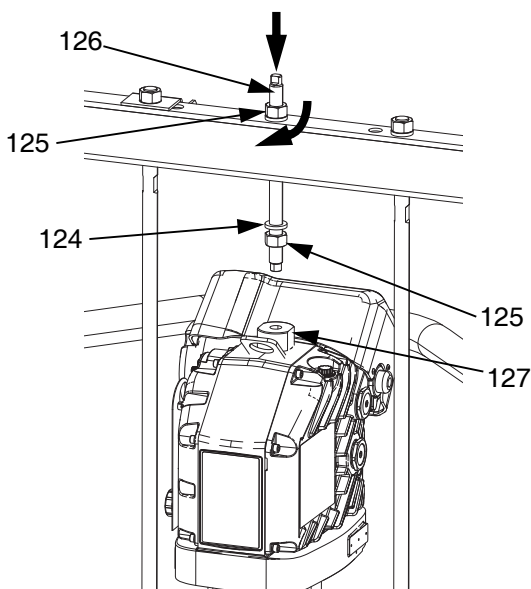

FIG. 30
- b. Montera den gängade stängen (126) genom mittenhålet i tvärstycket. Montera låsbrickorna (124) och muttrarna (125) på den gängade stängen (126), både ovanför och under tvärstycket. Håll lyfringsadaptorn (127) med en nyckel och dra åt gängstängerna (106) in i lyfringadaptorn (127) med hjälp av en annan nyckel. Se FIG. 30.
- c. Dra åt muttern (125) under tvärstycket till maximalt 34 N•m (25 ft-lbs).
- d. Dra åt muttern (125) ovanför tvärstycket för att låsa fast drivenheten på plats.